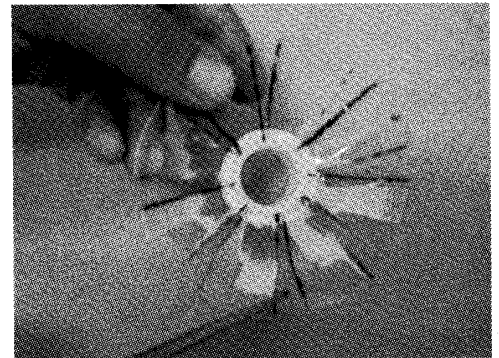

図 14 羽根の完成
(18) 図 14 に示すように、羽根の部分ができたら、羽根の先端部分の両角をはさみで切り取る。
(19) 最後に、横から見て約 15 度の角度をなすように羽根の角度をラジオペンチで調節する。